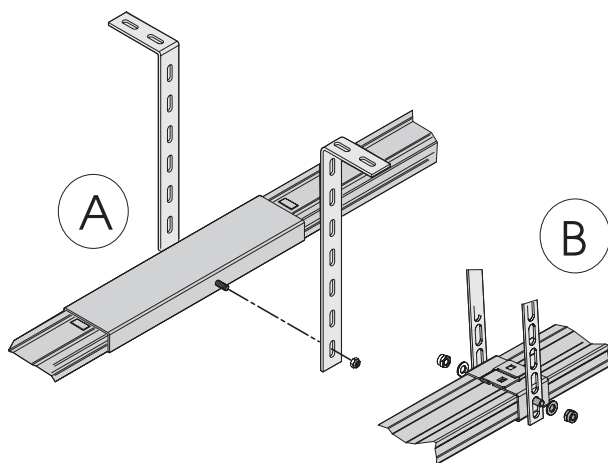

Fig. 17
- 13) Si l'on utilise un rail en deux éléments avec un raccord central (fig. 17 réf. A) ou le support central pour le rail unique (fig. 17 réf. B - en option), procéder à la fixation au plafond au moyen des brides spécifiques et en agissant comme aux points 9,10 et 12 (fig. 17).